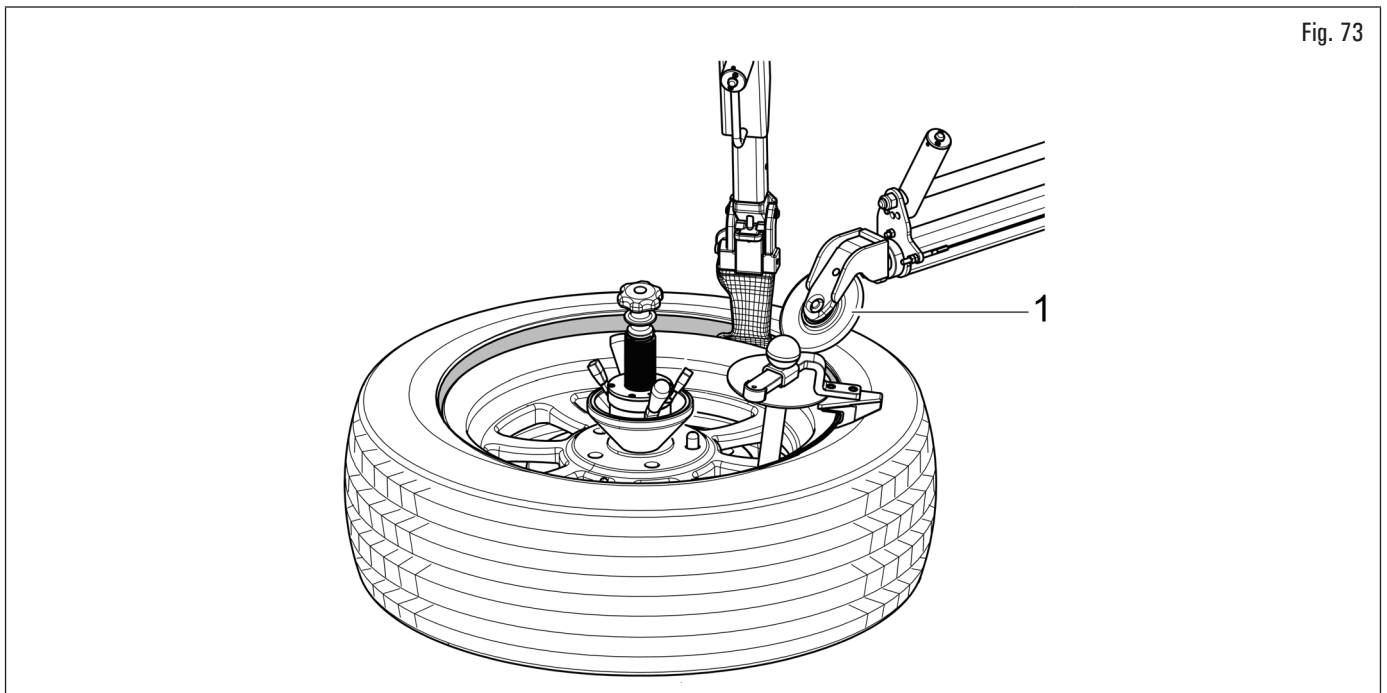

Fig. 73
2. posizionare il rullo stallonatore superiore (Fig. 73 rif. 1) in modo da mantenere il tallone dello pneumatico all'altezza del canale del cerchio (vedi Fig. 73);